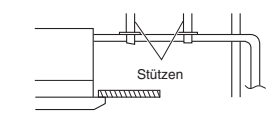

Abb. 3-29
- Beim Anbringen des Ablaufrohrs an der Einheitsseite nicht mit Gewalt vorgehen. Ebenso darf das Rohr nicht ohne Abstützung von der Anschlussstelle an der Einheit herabhängen. Das Rohr daher an einer Wand, einem Rahmen oder einer anderen Stelle so nah wie möglich zum Gerät befestigen. (Abb. 3-29)